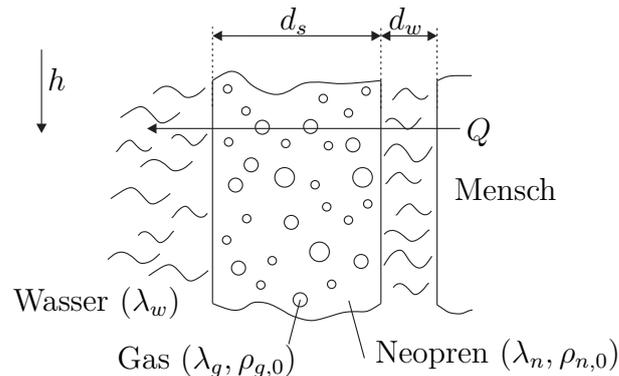

Abbildung 1: Querschnitt des Nasstauchanzugs.
1. Im Folgenden wird ein Nasstauchanzug aus Neoprenschaum betrachtet. Der Schaum besteht aus einer Matrix aus Neopren, in die Gasblasen eingeschlossen sind, siehe Abbildung 1. An der Erdoberfläche (Temperatur T_0 , Druck p_0) hat der Schaum die Dicke $d_{s,0} = d_s(p_0, T_0)$ und kann über die Porosität $\Phi_0 = \Phi(p_0, T_0)$ charakterisiert werden. Die Porosität ist ein Maß für den Gasanteil des Schaumes und berechnet sich aus $\Phi(p, T) = \frac{\rho_s(p, T) - \rho_n(p, T)}{\rho_g(p, T) - \rho_n(p, T)} = \frac{V_g(p, T)}{V_s(p, T)}$. Dabei bezeichnen ρ_s , ρ_n und ρ_g die Dichten von Schaum, Neopren und eingeschlossenem Gas und V_g und V_s die Volumina des Gases bzw. des Schaums.
- c) Berechnen Sie allgemein den Wärmeübergangskoeffizient α vom kalten Wasser zur menschlichen Haut. Nehmen Sie die Wärmeübergangskoeffizienten α_{ws} und α_{wm} vom Wasser zum Anzug bzw. vom Wasser zum Menschen als bekannt an. Gehen Sie davon aus, dass sich zwischen dem Anzug und der Haut eine Wasserschicht der konstanten Dicke d_w befindet, siehe Abbildung 1. Welche Formen von Konvektion treten an der Haut und an der Außenschicht des Tauchanzugs auf, wenn der Taucher in Bewegung ist? Ändern sich die Konvektionskoeffizienten, wenn der Taucher sich nicht bewegt? Wenn ja, wie? 1,5 P. |